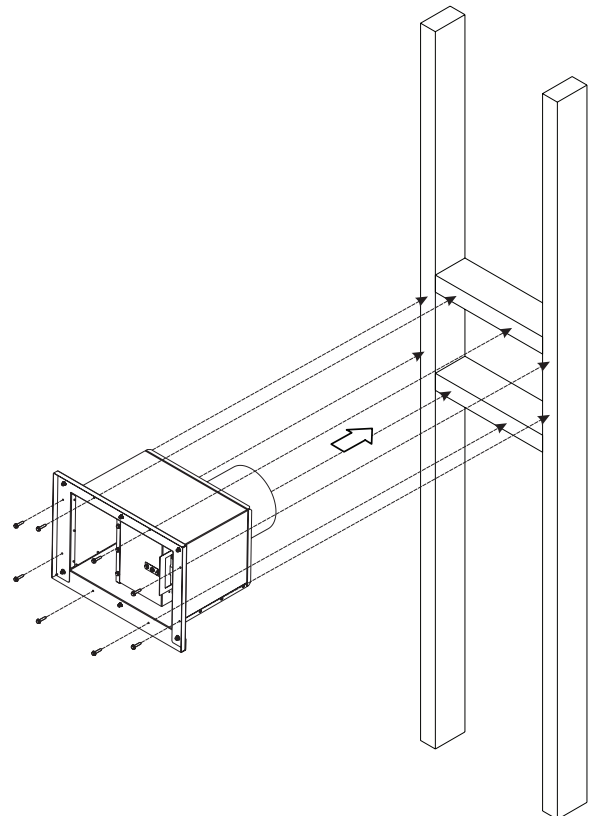

Figure 24
5. Placer le caisson d'évacuation forcée dans l'ouverture avec la sortie d'inducteur vers le bas puis attacher avec les 8 vis n° 10 X 1 po comme à la **Figure 24**.